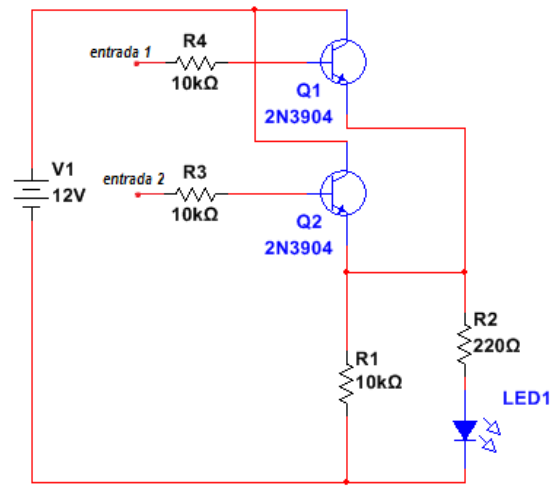

Figura 5. Compuerta OR con transistores
- En su Protoboard arme el circuito de la Figura 5.
- A cada una de las entradas del circuito de la Figura 5, ingrese los 5V o 0V de acuerdo a lo explicado por el encargado.